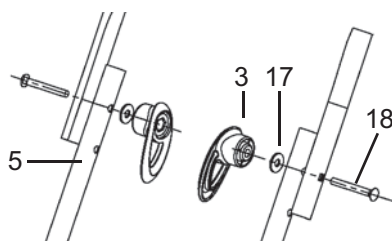

Fig.4
- > Fixez le guidon (10) sur la base (5) avec les kits de montage (18), les boutons de verrouillage (3) et les rondelles (17), qui servent à amortir les vibrations (Fig.4). Le guidon peut se régler à deux hauteurs différentes pour plus de confort d'utilisation.